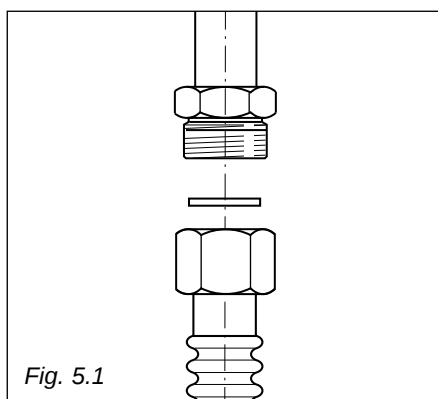

Fig. 5.1
- ✓ As juntas (fig. 5.1) são os elementos que garantem a vedação da conexão do gás. Sugere-se a sua substituição quando os mesmos apresentassem também a mínima deformação.